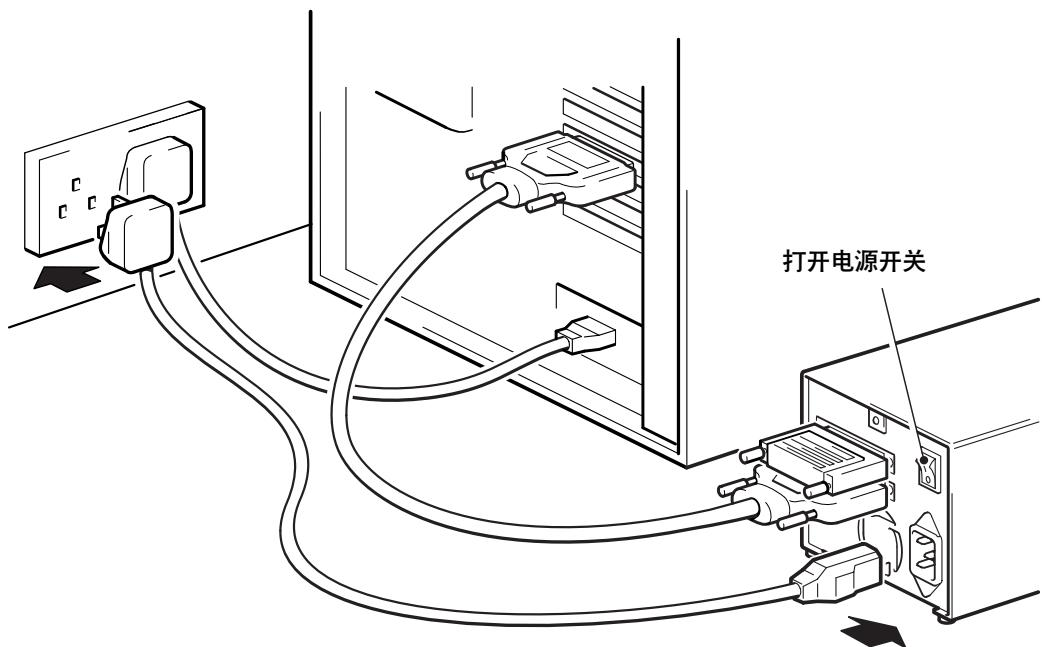

图 6：连接电源电缆
- 2** 将电源电缆牢固地插入磁带机后面板上的插座中。(见图 6。)